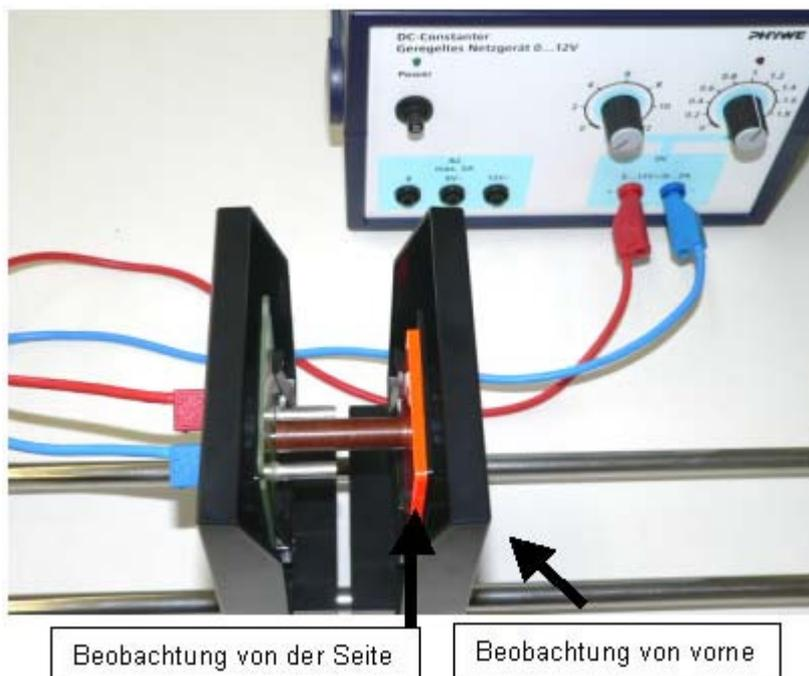

Abb. 1: Versuchsaufbau - Der Störlichttubus der LED blockiert Streulicht und erlaubt die Beobachtung der Fluoreszenz an der fluoreszierenden Platte.
- Aufbau entsprechend Abbildung 1.